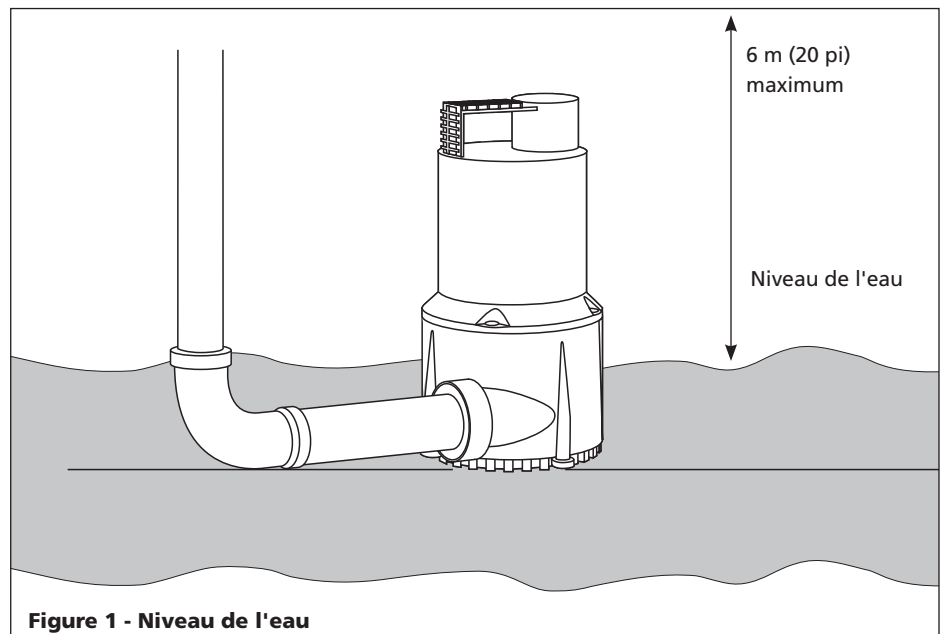

Figure 1 - Niveau de l'eau
- b. Vérifier que la hauteur de pompage NE dépasse PAS 6 m (20 pi) (voir la figure 1). Si la hauteur de pompage dépasse 6 m (20 pi), cette pompe NE fonctionnera PAS.